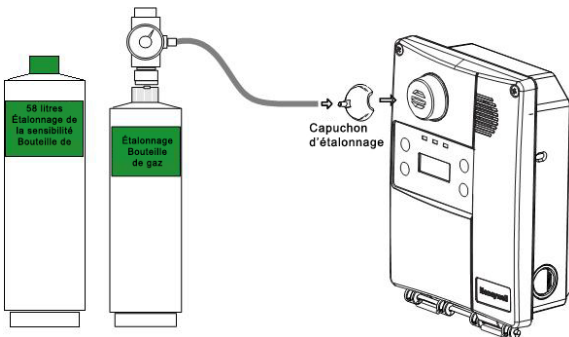

Figure 4. Étalonnage de l'installation
- Connectez la tubulure du régulateur au capuchon d'étalonnage du capteur comme indiqué sur la Figure 4.
- Connectez la tubulure du régulateur au capuchon d'étalonnage du capteur. Voir la Figure 4.